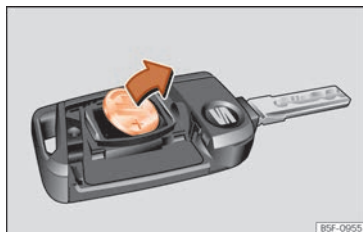

Abb. 49 Fahrzeugschlüssel: Batterie herausnehmen.
- Batterie mit einem geeigneten dünnen Gegenstand aus dem Batteriefach hebeln >>> [Abb. 49].
- Drücken Sie eine neue Batterie in das Batteriefach ein >>> ①.